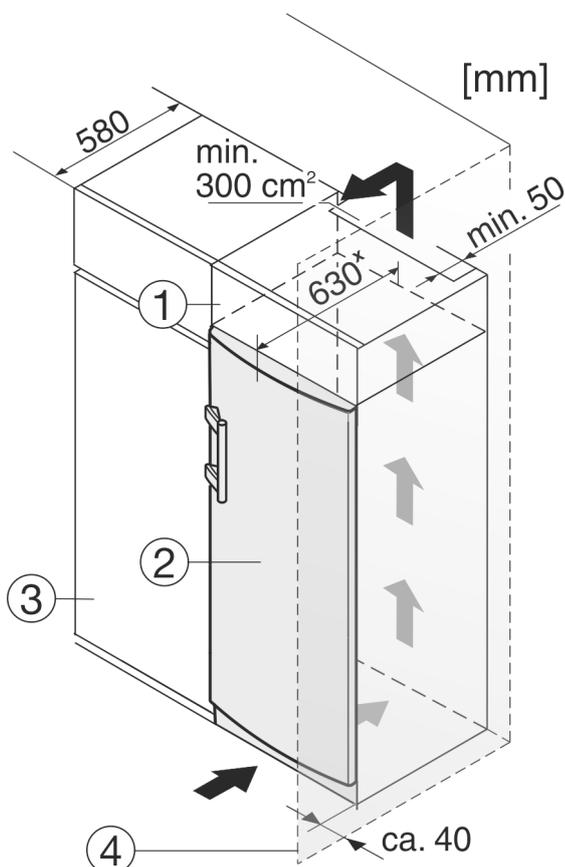

Fig. 12
- (1) Mobile da appoggio
- (2) Apparecchio
- (3) Mobile da cucina
- (4) Parete
L'apparecchio può essere incassato in mobili da cucina. Per adattare l'apparecchio Fig. 12 (2) all'altezza della cucina componibile, è possibile applicare sopra l'apparecchio un mobile da appoggio Fig. 12 (1).
Per il montaggio tra due mobili da cucina (profondità max 580 mm) è possibile posizionare l'apparecchiatura direttamente accanto al mobile da cucina Fig. 12 (3). L'apparecchiatura sporge rispetto al frontale del mobile da cucina di 34 mm x ai lati e di 50 mm x al centro dell'apparecchiatura.
Se si installa l'apparecchiatura con le cerniere accanto a una parete Fig. 12 (4), la distanza tra l'apparecchiatura e la parete deve essere di almeno 40 mm, che corrisponde alla sporgenza della maniglia a porta aperta.